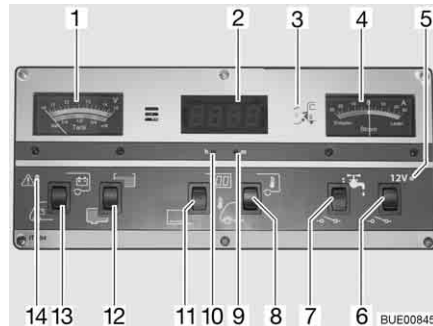

Fig. 130 Panel IT 994
Observar la escala superior del instrumento indicador V/depósito (Fig. 130,1). El instrumento indicador se ilumina automáticamente al accionar el interruptor.
- Pulsar el interruptor basculante (Fig. 130,13) por abajo: Indica la tensión de la batería del motor de arranque.
- Pulsar el interruptor basculante (Fig. 130,13) por arriba: Indica la tensión de la batería del habitáculo.
Observar la escala inferior del instrumento indicador V/depósito (Fig. 130,1). El instrumento indicador se ilumina automáticamente al accionar el interruptor.
- Pulsar el interruptor basculante (Fig. 130,12) por arriba: Indica la cantidad de agua.
- Pulsar el interruptor basculante (Fig. 130,12) por abajo: Indica la cantidad de aguas residuales.
La luz roja de ALARMA (Fig. 130,14) parpadea en cuanto la tensión de la batería del habitáculo baja de 11 V (medición durante el servicio) y hay peligro de descarga completa.
- Pulsar el interruptor basculante (Fig. 130,11) por arriba: El indicador del reloj digital está conectado. El indicador de temperatura está listo para funcionar.
- Pulsar el interruptor basculante (Fig. 130,11) por abajo: El indicador del reloj digital y el indicador de temperatura están desconectados.
- Con ayuda de un objeto delgado, p. ej. una mina de bolígrafo, hacer presión en el orificio para horas (Fig. 130,10) hasta obtener la hora deseada.
- Con ayuda de un objeto delgado, p. ej. una mina de bolígrafo, hacer presión en el orificio para minutos (Fig. 130,9) hasta obtener los minutos deseados.
- Pulsar el interruptor basculante (Fig. 130,8) por arriba: Indica la temperatura interior.
- Pulsar el interruptor basculante (Fig. 130,8) por abajo: Indica la temperatura exterior.
El instrumento indicador (Fig. 130,4) indica constantemente la corriente actual suministrada por la batería. El instrumento indicador se ilumina automáticamente al accionar el interruptor.
El interruptor principal de 12 V (Fig. 130,6) conecta y desconecta el panel y la alimentación de 12 V del habitáculo.
Conectar: ■ Pulsar el interruptor basculante (Fig. 130,6) por arriba: La alimentación de 12 V del habitáculo está conectada. La luz de control (Fig. 130,5) se enciende de color verde.
Desconectar: ■ Pulsar el interruptor basculante (Fig. 130,6) por abajo: La alimentación de 12 V del habitáculo está desconectada. La luz de control (Fig. 130,5) se apaga.
Se enciende la luz de control de 12 V (Fig. 130,5) cuando se conecta el interruptor principal de 12 V (Fig. 130,6).
Se enciende la luz de control de 230 V (Fig. 130,3) amarilla cuando hay tensión de red en la entrada del bloque eléctrico.
Conectar: ■ Pulsar el interruptor basculante (Fig. 130,7) por arriba: El suministro de agua está conectado.
Desconectar: ■ Pulsar el interruptor basculante (Fig. 130,7) por abajo: El suministro de agua está desconectado.